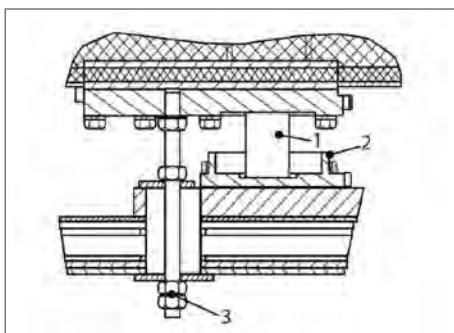

Abbildung 76
5. Um zu überprüfen, dass die Wägezelle (Abb. 76 | 1) wirklich frei steht, bewegen Sie das Sicherheitskabel zwischen Wägezelle und Auflage (siehe Abb. 76 | 2) am Palletank® leicht hin und her.
6. Sichern Sie die Gewindestange unter dem Behälterrahmen mit zwei Muttern (Abb. 76 | 3).